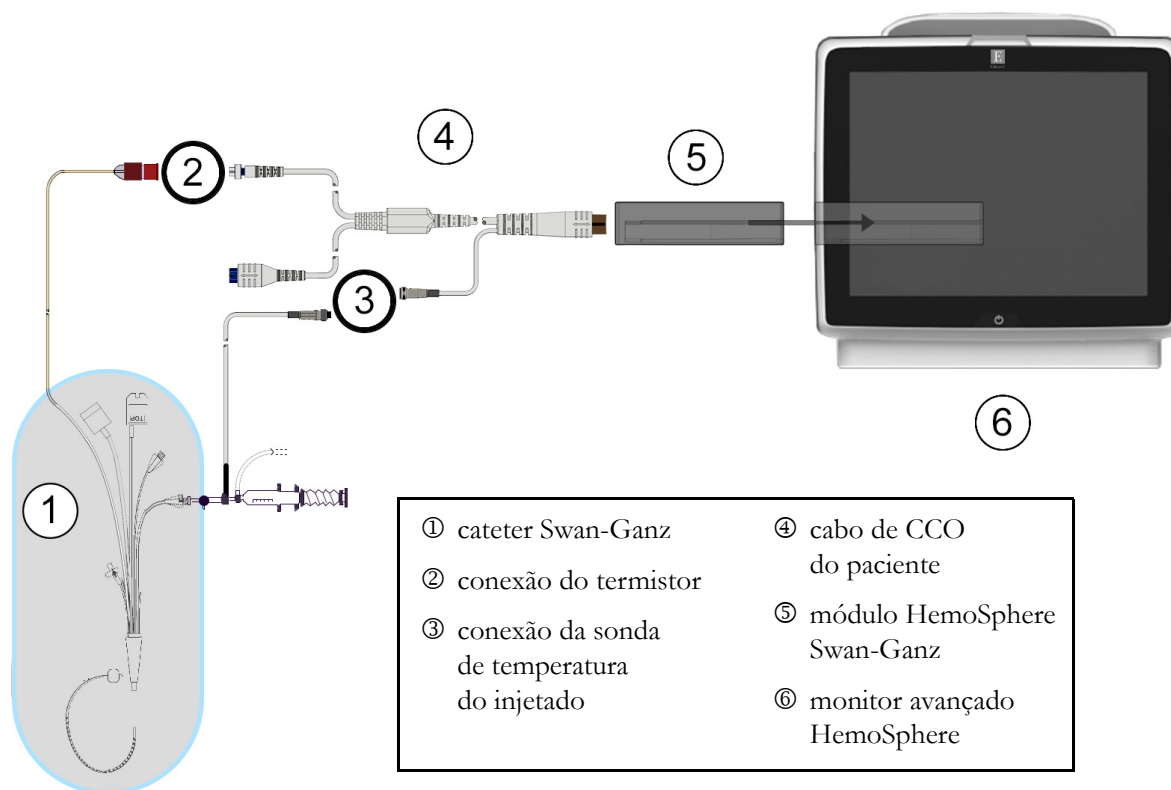

Figura 9-4 Visão geral da conexão de DCi
- 2 Prenda a extremidade do cateter do cabo de CCO do paciente ao conector do termistor no cateter de DCi Swan-Ganz, conforme mostrado por ② na figura 9-4.
Uma sonda de temperatura do injetado detecta a temperatura do injetado. A sonda selecionada é conectada ao cabo de CCO do paciente (figura 9-4). É possível escolher entre dois tipos de sondas:
Conecte a sonda da temperatura do injetado (em linha ou banho) ao conector da sonda de temperatura do injetado no cabo de CCO do paciente, conforme ilustrado em ③ na figura 9-4.